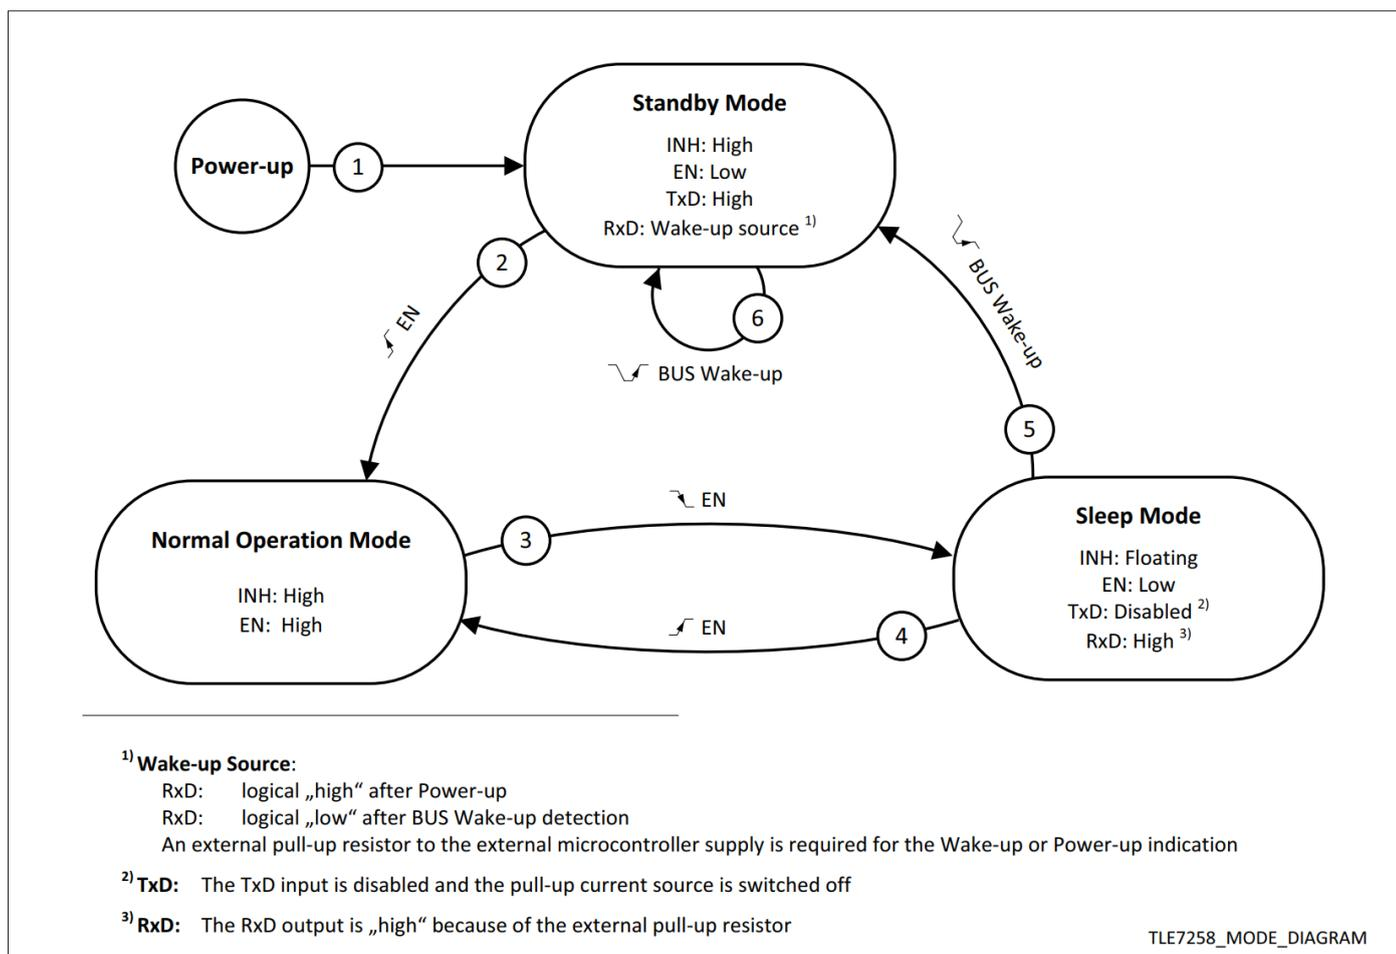
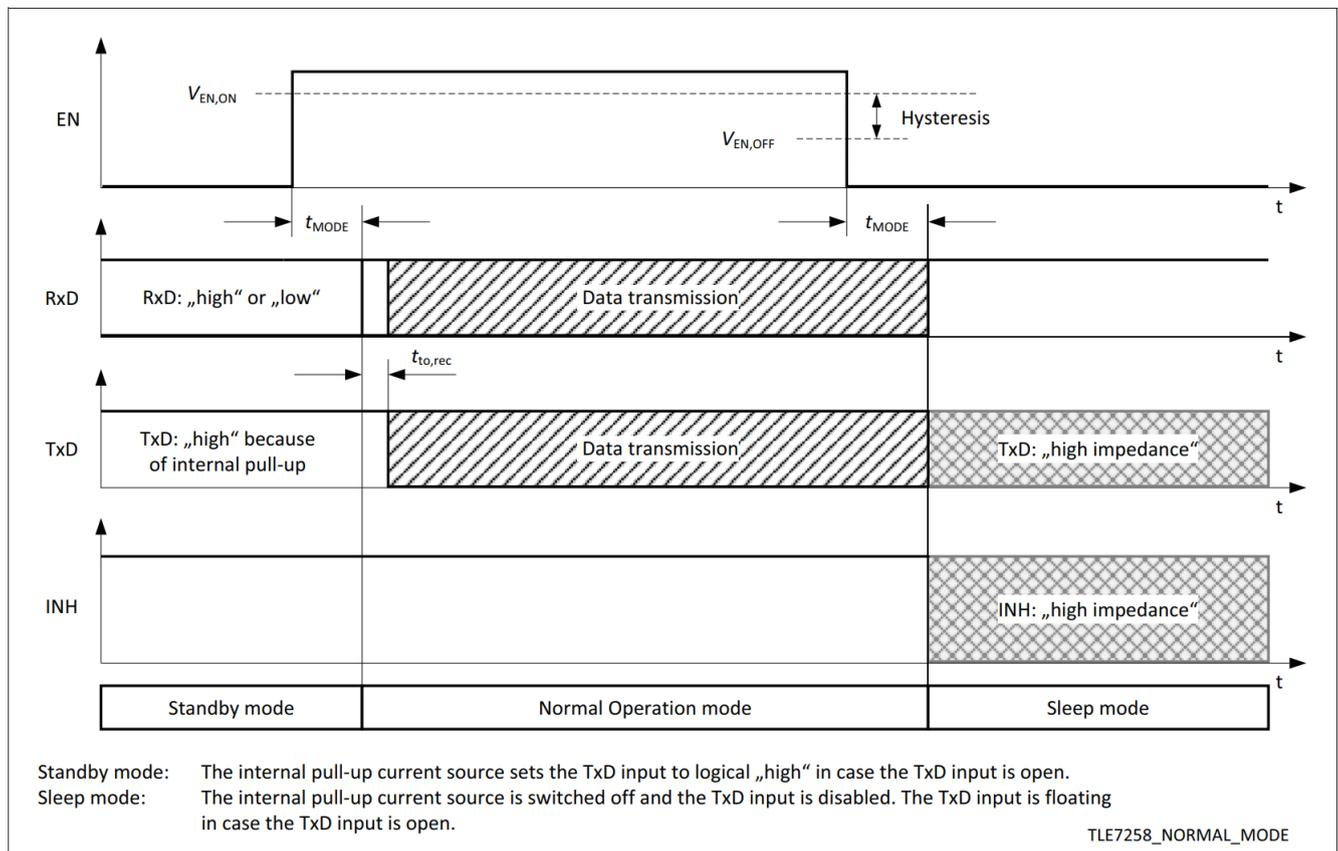
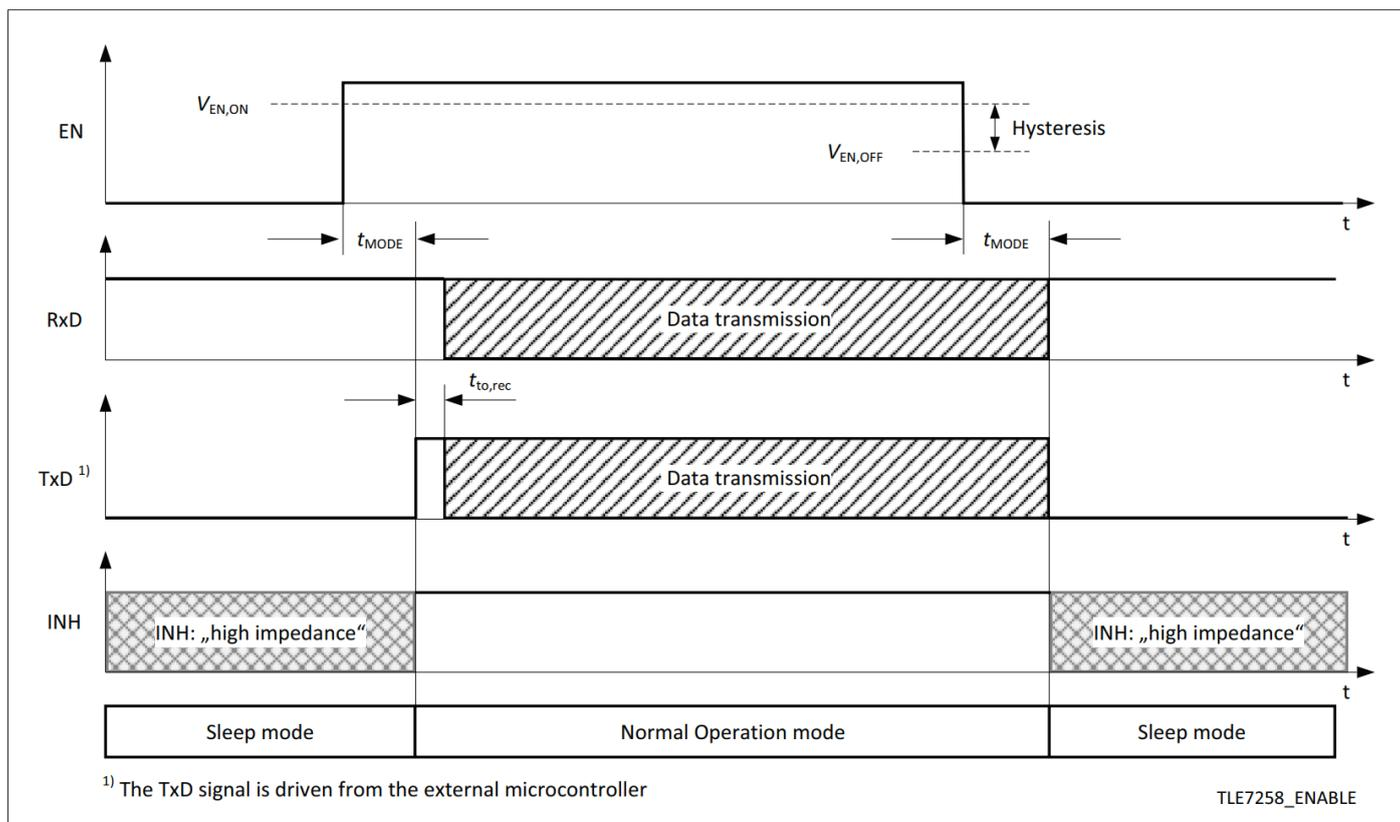

图 4 运行模式状态图
图 5 从待机模式进入正常运行模式
图9 从睡眠模式进入正常运行模式
TLE7258 有 3 种主要运行模式（见 图 4）：
可以从睡眠模式进入正常运行模式（参见图 9）或从待机模式进入（参见图 5），通过将 EN 输入设置为逻辑“高”。TLE7258在正常运行模式下只能进入睡眠模式，无法直接进入待机模式（参见图 4）。
在切换到正常运行模式后，TLE7258 要求在 TxD 输入上有一个持续 $t_{to,rec}$ 时间的逻辑“高”信号，然后才能释放数据通信（见 图 5）。只要 TxD 输入上的信号保持逻辑“低”，发射器就会保持停用状态，从而防止可能出现的总线通信干扰。
- RxD 输出指示唤醒事件或上电事件（见 图 4 和 表 1）。
- EN 输入激活。EN 输入上的“高”信号触发向正常运行模式的切换（见 图 5）。
要将 TLE7258 从正常运行模式切换到睡眠模式，EN 输入必须设置为“低”。相反，EN 输入上的逻辑“高”信号将器件直接设置回正常运行模式（参见图 4）。TLE7258 只能从正常运行模式进入睡眠模式。
EN 输入用于控制 TLE7258 的运行模式。通过在睡眠或待机模式下将 EN 输入逻辑“高”设置持续时间 t_{MODE} ，即可触发到正常运行模式的切换（参见图 9）。EN 输入具有集成的下拉电阻，以确保即使 EN 引脚保持开路，器件仍保持睡眠或待机模式。EN 输入具有集成迟滞功能。
EN 输入上的信号从逻辑“高”到“低”的转换会将运行模式从正常运行模式更改为睡眠模式（参见图 5）。